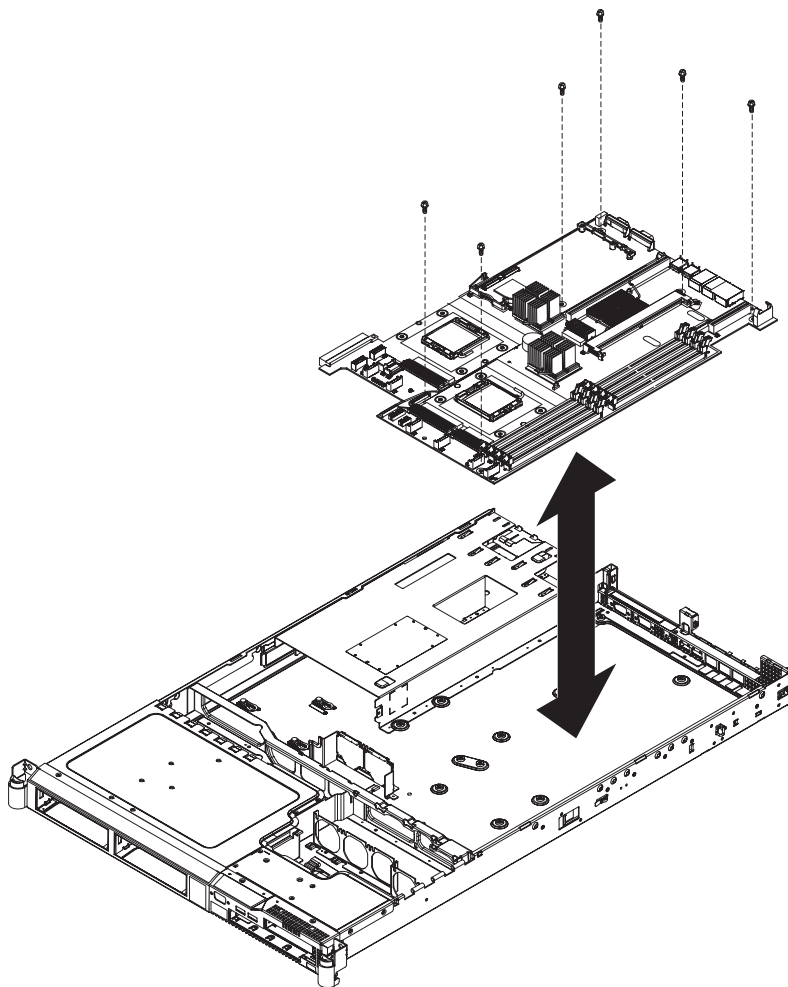

図 244. SAN ボリューム・コントローラー 2145-8G4 システム・ボードを固定するねじの配置
2. システム・ボード上の 6 個のねじを再取り付けし (668 ページの図 244 を参照)、システム・ボードをシャーシに固定します。